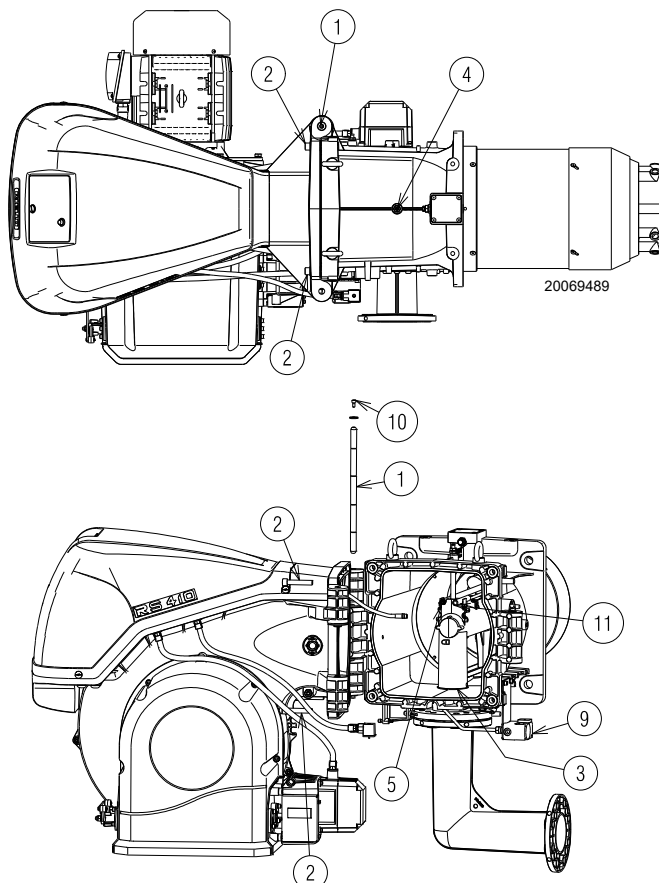

Fig. 15
Le brûleur sort de l'usine préparé pour l'ouverture vers la gauche, en maintenant donc le pivot 1)(Fig. 15) en place.
- A** Débrancher la fiche/prise 9)(Fig. 15) du pressostat gaz seuil maximum ;
- D** Ouvrir le brûleur totalement comme sur la Fig. 15 ;
Pour l'ouverture du brûleur du côté opposé, avant d'enlever le pivot 1)(Fig. 15), vérifier que les 4 vis 2) soient serrées. Puis, déplacer le pivot 1) sur le côté opposé, ce n'est qu'à ce moment-là qu'il est possible d'enlever les vis 2). Débrancher la prise 9 (Fig. 15) du pressostat gaz seuil maximum, puis procéder comme décrit ci-dessus au point **C**).